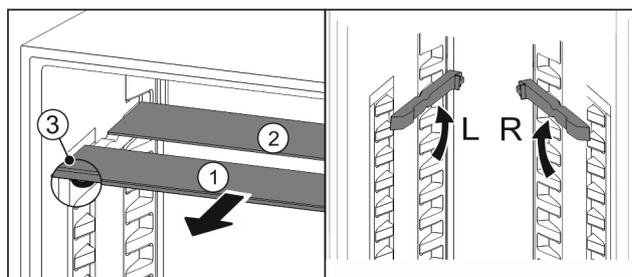

Fig. 81
- ▶ Retire las planchas de cristal individualmente hacia delante Fig. 81 (1).
- ▷ La placa de vidrio Fig. 81 (1) con moldura está situada delante.
- ▷ Los topes Fig. 81 (3) miran hacia abajo.